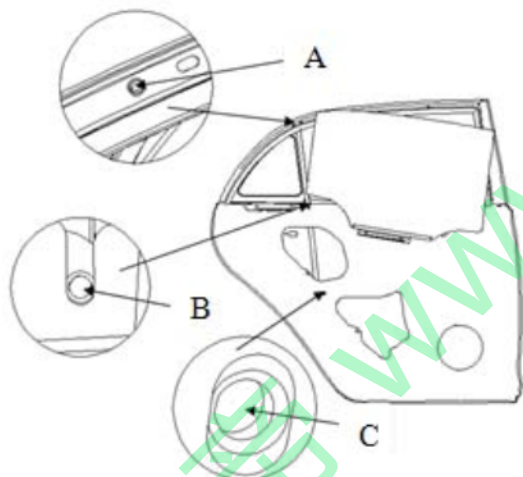

图 1-2 后门玻璃更换示意图
- 4) 卸下图 1-2 后门玻璃更换示意图上所示后门玻璃后导轨的紧固件 A、B 和 C，小心的将玻璃活动导轨拿出，必要时可以将窗框段的玻璃泥槽全部扯下，取下三角窗玻璃以免损坏。